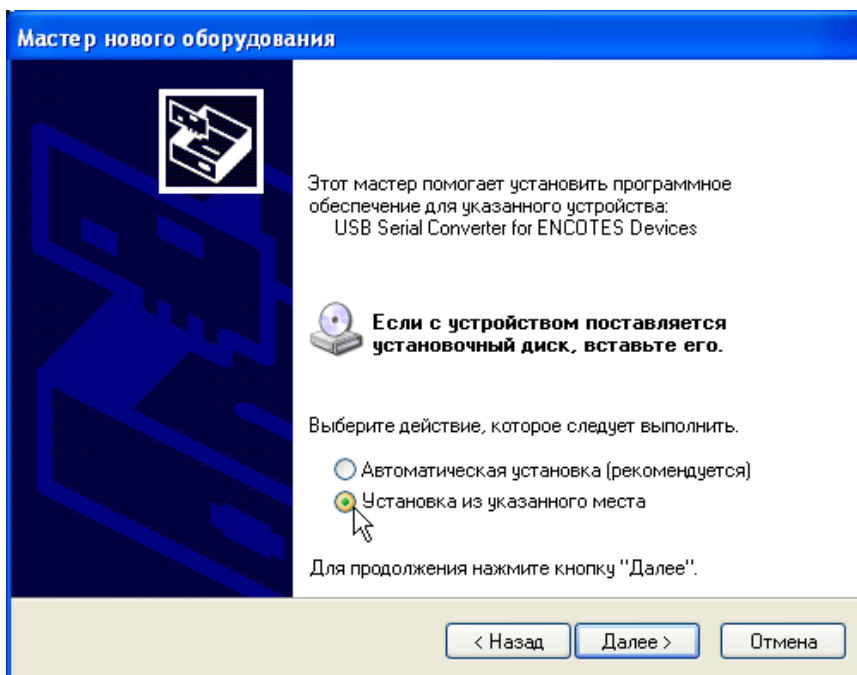

Рис.2. Выбор способа установки драйвера.
2.4. Выбрать действие «Нет, не в этот раз» и нажать кнопку "Далее". В появившемся окне (см. рис.2) выбрать действие «Установка с указанного места».